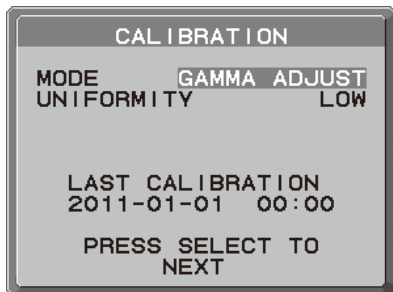

図 13
2. キャリブレーションモードで GAMMA ADJUST を選択します。(図 13)